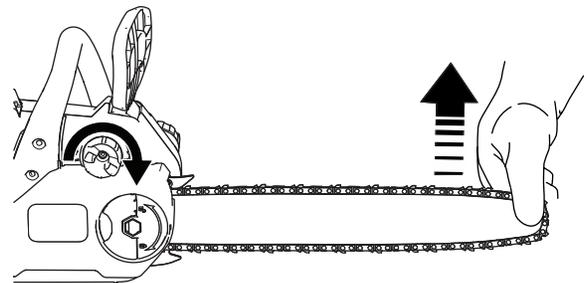

Figura 28
3. Sostenga la punta de la espada guía (Figura 28).